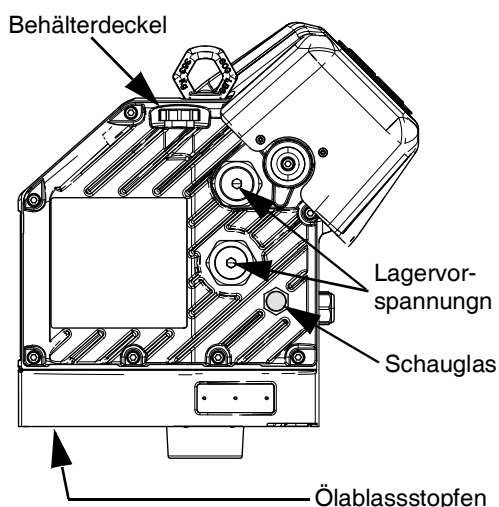

ABB. 13: Schauglas und Ölfülldeckel
3. Den Ölablassstopfen entfernen. Die Lage des Ablassstopfens finden Sie in **Abb. 13**. Das Öl vollständig aus dem Antrieb ablassen.
Siehe folgende **Abb. 13**. Den Ölstand im Schauglas regelmäßig kontrollieren. Wenn sich der Antrieb im Stillstand befindet, sollte sich der Pegel etwa auf halber Höhe des Schauglases befinden. Falls der Ölstand zu niedrig ist, den Fülldeckel öffnen und silikonfreies Synthetikgetriebeöl der Marke Graco, Teile-Nr. 16W645 ISO 220 einfüllen.